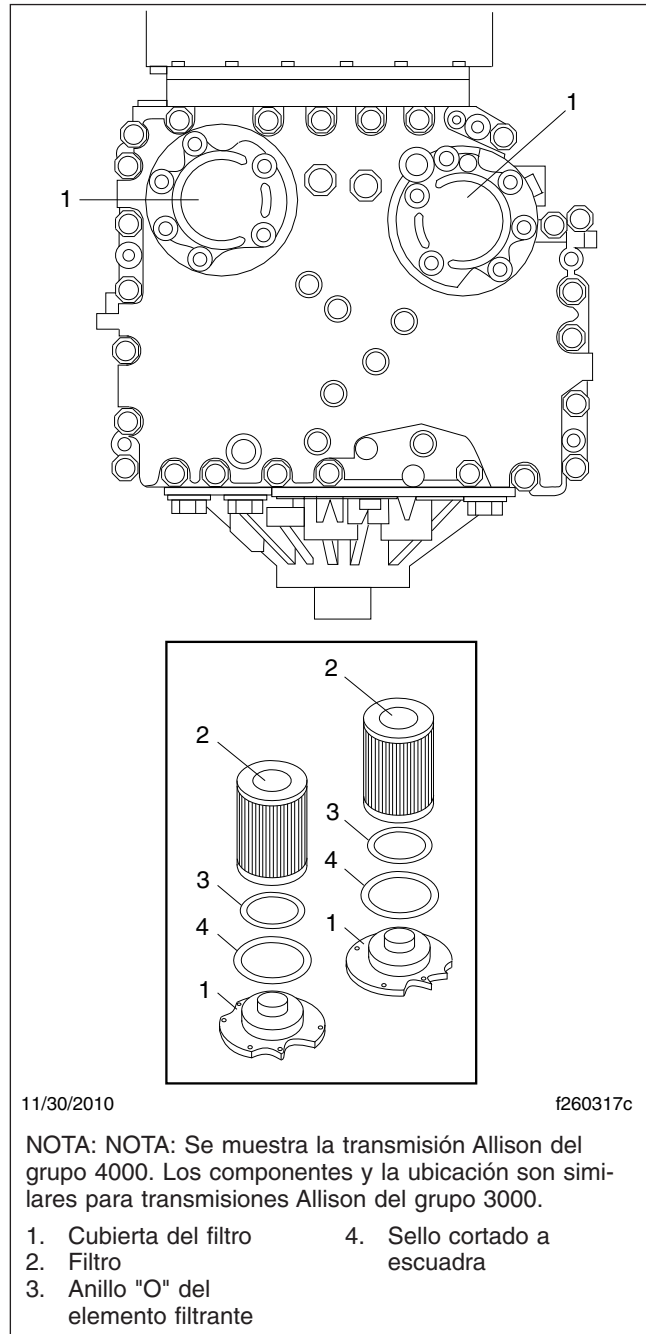

Figura 4, Componentes y ubicación del filtro de la transmisión Allison
4. Quite los 12 pernos de montaje (seis para cada filtro) de las dos cubiertas de filtro. Vea la **Figura 4**.